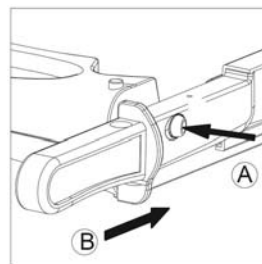

Fig. 3
- 6 Appuyez en fin de coupe sur le bouton de sécurité et réinsérez la poignée (Fig. 3).